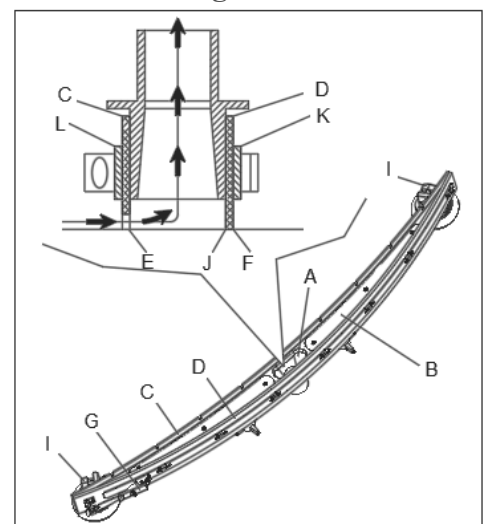

Figura 18
2. Compruebe si los bordes (E, figura 18) del labio delantero (C) y los bordes (F) del labio trasero (D) están en el mismo nivel, en toda su longitud; si es necesario, ajuste su altura de acuerdo con el siguiente procedimiento:
- Desenganche el tirante (G), desenganche los retenes (M) y ajuste el labio trasero (D); luego enganche los retenes (M) y fije con el tirante (G).
- Afloje los reguladores (I) y ajuste el labio delantero (C), luego apriete los reguladores.
3. Compruebe que los labios delantero (C) y trasero (D) estén en buenas condiciones, que no estén cortados o desgarrados; de lo contrario, sustituirlos mediante el procedimiento siguiente. Compruebe que el borde delantero (J) o el labio trasero (D) no estén desgastados; si es necesario, gire el labio para sustituir el borde desgastado con uno íntegro. Si todos los bordes están desgastados, sustituir el labio, mediante el procedimiento siguiente:
- Quite el tirante (G), desenganche los retenes (M) y quite la cinta de sujeción (K), luego sustituya el labio trasero (D). Monte el labio en orden contrario al desmontaje.
- Desenrosque los reguladores (I) y quite la cinta de sujeción (L), luego sustituya el labio delantero (C). Monte el labio en orden contrario al desmontaje. Después de sustituir (o girar) los labios, ajuste su altura, como se indica en el punto anterior.
4. Conecte el tubo de aspiración (A, Figura 18) con la boquilla.
5. Monte la boquilla (B) y enrosque los reguladores (C).